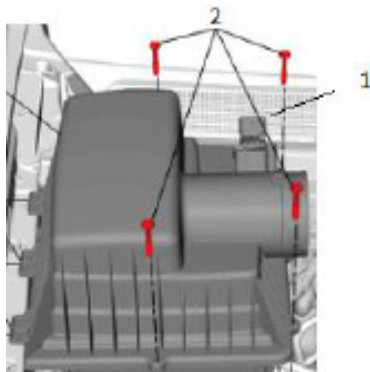

Figure 1
1. Débrancher le débitmètre d'air massique (MAF) (1 dans la figure 1). Desserrer le collier de serrage et déposer la conduite de couvercle de moteur du couvercle de la boîte à air d'origine. Desserrer les quatre vis (2) et déposer le couvercle de boîte à air d'origine du boîtier de boîte à air d'origine. Il est difficile de sortir la boîte à air sans d'abord retirer le couvercle.